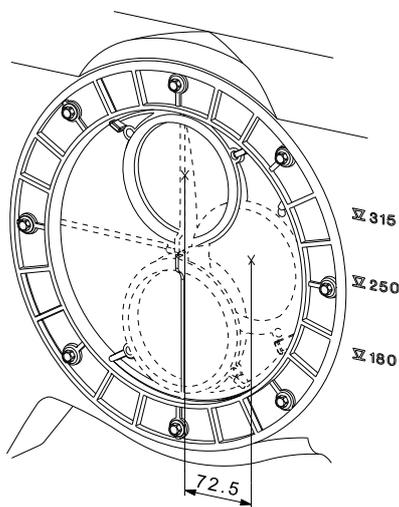

Abb. 19 Drehflansch mit Zulauföffnung DN 100 für die Einstellung der Zulaufhöhe von 180 bis 315 mm (gemessen vom Boden bis zur Mitte der Zulaufleitung)
2. Den einstellbaren Zulauf (Drehflansch) auf der Rückseite der Multilift MOG oder MDG vorbereiten. Der Drehflansch hat eine Zulauföffnung DN 100. Die Zulaufhöhe kann, gemessen vom Boden, stufenlos zwischen 180 und 315 mm eingestellt werden. Die gängigsten Zulaufhöhen (180, 250 und 315 mm) sind neben dem Zulauf markiert. Siehe Abb. 19. Ein Drehflansch mit der Nennweite DN 150 ist als Zubehör lieferbar. Siehe Abb. 20. Die Schrauben am Außenring des Drehflansches sind noch nicht vollständig angezogen, so dass ein Drehen der Scheibe möglich ist. Auf diese Weise kann der Zulauf an die gewünschte Zulaufhöhe angepasst werden. Nach dem Einstellen der gewünschten Zulaufhöhe alle Schrauben am Außenring mit max. 9 Nm festziehen.
Vor dem Anschließen der Multilift MOG oder MDG ist zu beachten, dass sich beim Einstellen des Zulaufs auf die gewünschte Zulaufhöhe entsprechend der vorhandenen Zulaufleitung die Position der Hebeanlage und damit auch die Position des Anschlusses für die Druckleitung wegen des maximalen seitlichen Versatzes von 72,5 mm entsprechend ändert. Siehe Abb. 19.